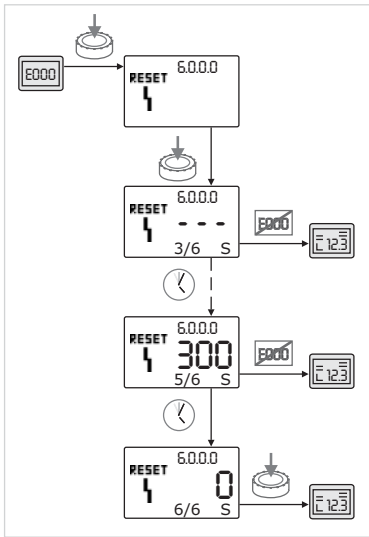

Fig. 53: Fehlertyp C quittieren
- Treten Fehler des Typs C auf, zum Quittieren wie folgt vorgehen (Fig. 53):